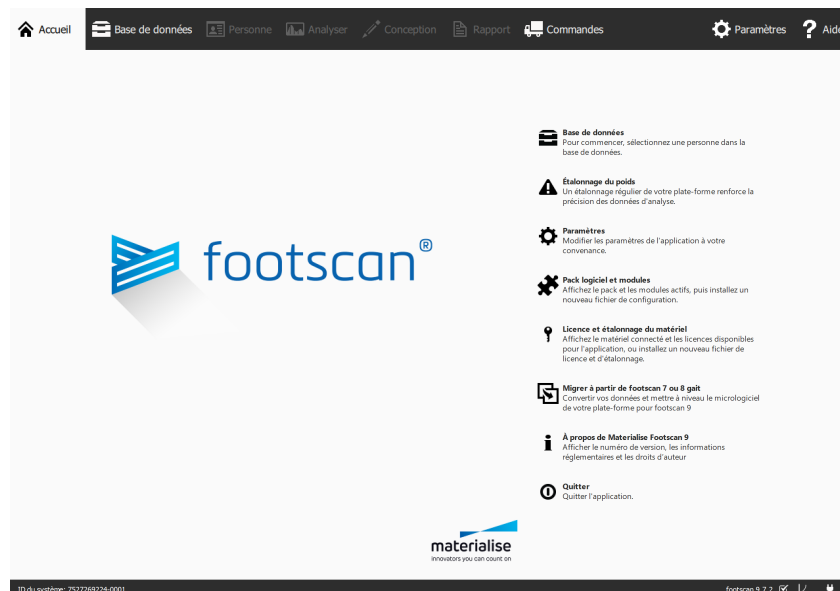

Figure 10: La boîte de dialogue de licence et d'étalonnage du matériel peut être ouverte à partir de l'écran d'accueil.
2. Par un clic sur le bouton **Licence et étalonnage du matériel** dans l'écran d'accueil (figure 10). Vous trouverez des informations sur l'écran d'accueil à la section 6.